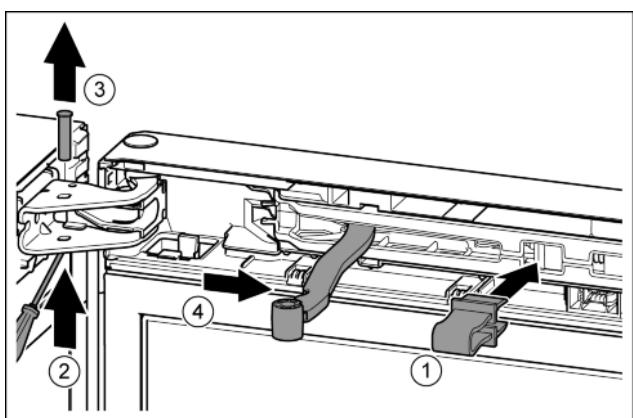

Fig. 9
- Фиксирайте предпазителя в отвора. Fig. 9 (1)
- С отвертка избутайте болта. Fig. 9 (2)
- Извадете болта нагоре. Fig. 9 (3)
- Завъртете шарнира в посока към вратата. Fig. 9 (4)